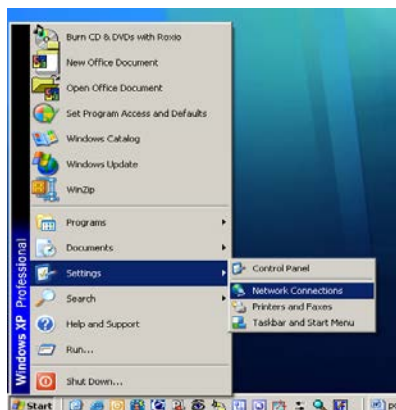

Figura B-4: Accesso alla schermata Connessioni di rete
1. Fare clic su Start > Impostazioni > Connessioni di rete (Figura B-4).